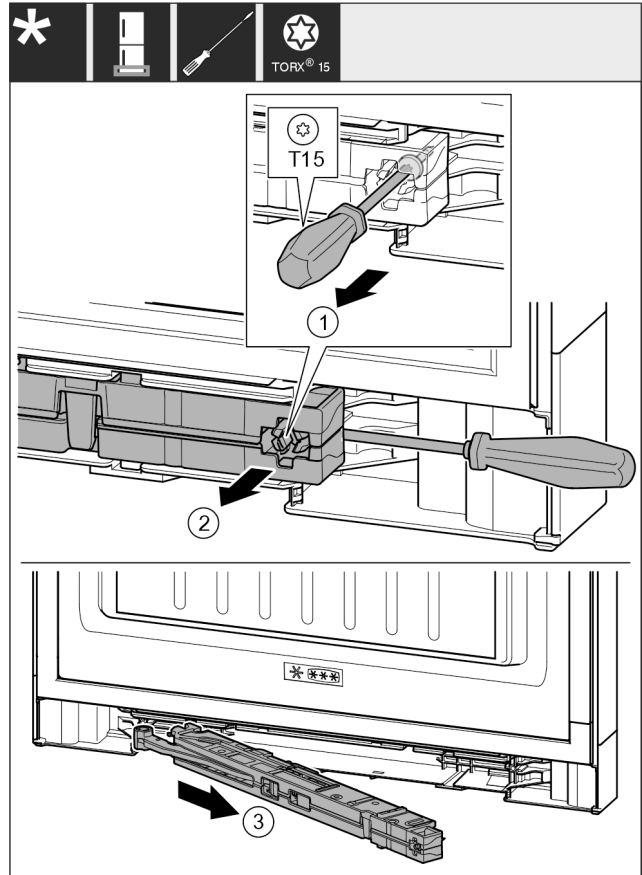

Fig. 21
- ▶ Schroef Fig. 21 (1) op sluitdemperunit met een schroevendraaier 14 mm losdraaien.
- ▶ Hef de sluitdemperunit Fig. 21 (2) aan de greepzijde naar voren met een schroevendraaier.
- ▶ Sluitdemperunit Fig. 21 (3) uittrekken.